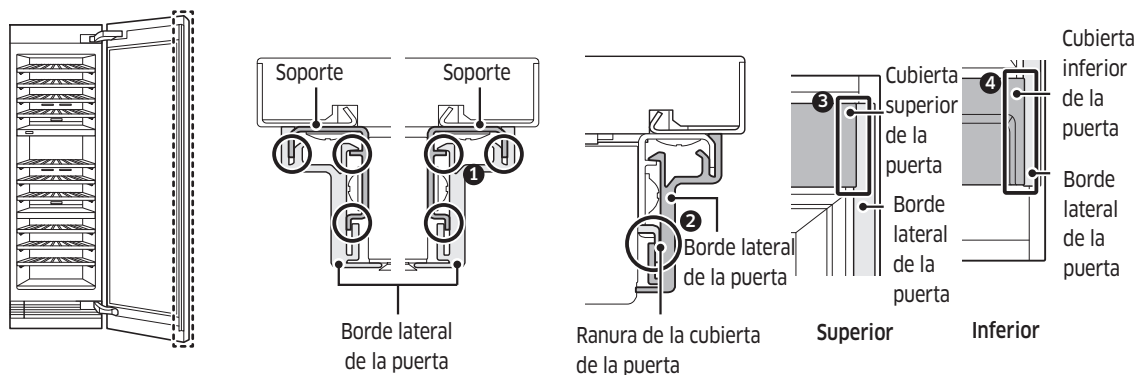

Figura 1
- Consulte la figura 1-❶ y fije el borde lateral de la puerta en el soporte. Asegúrese de que el borde esté colocado correctamente.